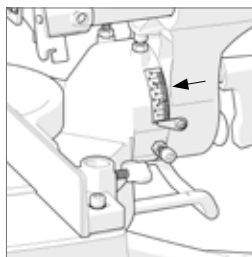

Fig. 34
- Incliner la tête de coupe à l'angle requis. Une échelle angulaire est mise en place comme aide pour le réglage. **(Fig. 34)**